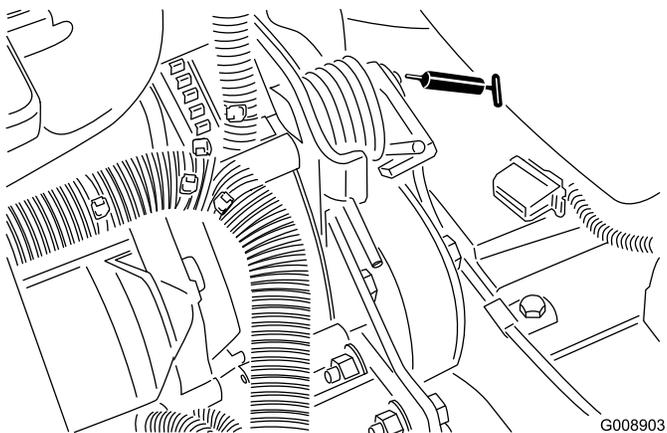

Figura 37
- Perno di tensionamento della cinghia (Figura 37)